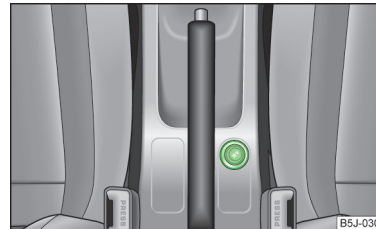

Abb. 59
- Den Anzünderknopf des Zigarettenanzünders hineindrücken  Abb. 59.
In der Mittelkonsole vorn » Abb. 59 auf Seite 71.